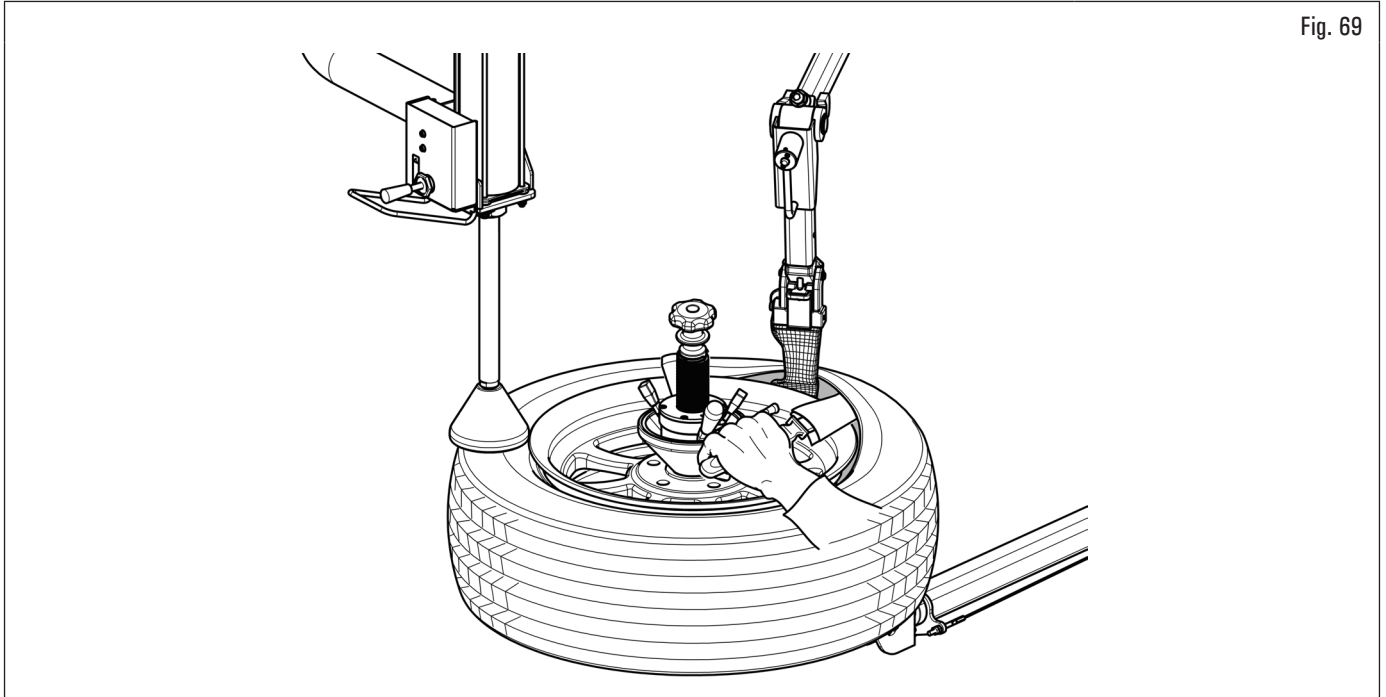

Fig. 69
6. inserte el útil de protección del talón (opcional) junto con las láminas (opcional) entre el talón del neumático y la llanta y bloquee el útil de protección con la mano. Presionando el pedal de rotación retire el primer talón del neumático (véase Fig. 69);